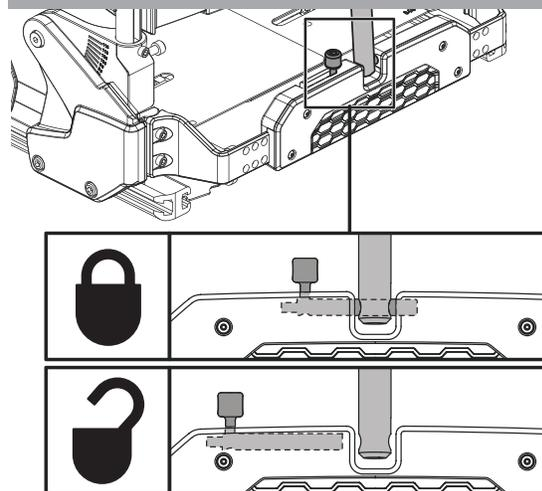

Abbildung 5. Klappbare Rückenlehne (Rastbolzen)
1. Entfernen Sie den Sicherungsstift. **Siehe Abbildung 5.**
2. Bringen Sie den Rastbolzen wieder an und stellen Sie sicher, dass alle Komponenten festsitzen. **Siehe Abbildung 5.**